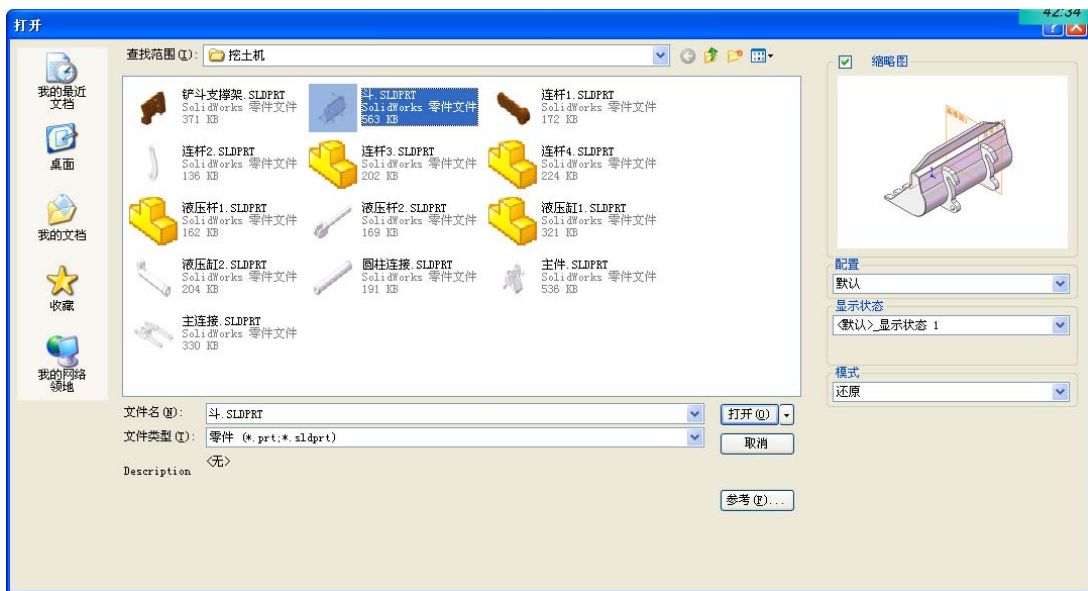
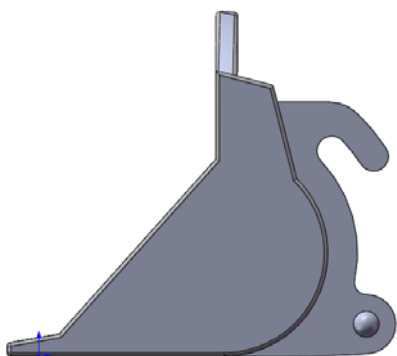

图 13-262 “打开”对话框
图 13-263 放置“斗”
(2) 定位斗。单击“开始装配体”属性管理器中的“浏览”按钮，系统弹出“打开”对话框，选择已创建的“铲斗”零件，这时对话框的浏览区中将显示零件的预览结果，如图 13-262 所示。在“打开”对话框中单击“打开”按钮，系统进入装配界面，光标变为  形状，在左侧“开始装配体”属性管理器中，单击  (确定) 按钮，将“斗”放入装配界面中，如图 13-263 所示。